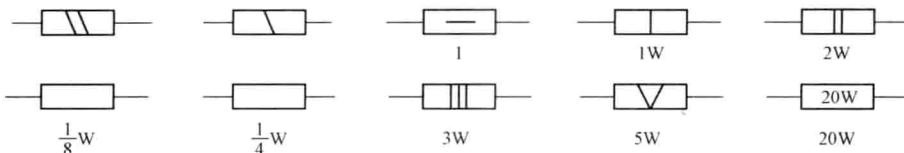

图 1-2 电阻功率标注方法
(2) 额定功率：额定功率是指在特定环境温度范围内所允许承受的最大功率。在该功率限度以内，电阻器可以正常工作而不会改变其性能，也不会损坏。电阻额定功率的标注方法如图 1-2 所示。